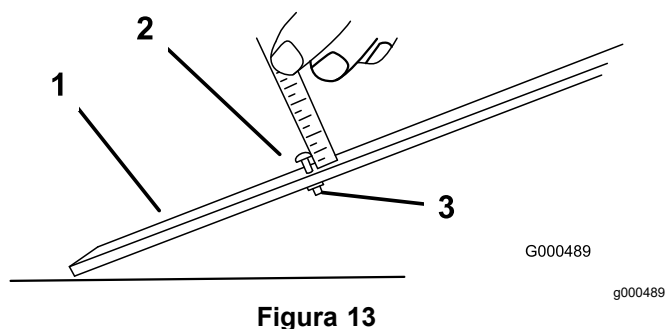

Figura 13
1. Allentate il dado sulla barra di riferimento e impostate il bullone di regolazione all'altezza di taglio desiderata (Figura 13).